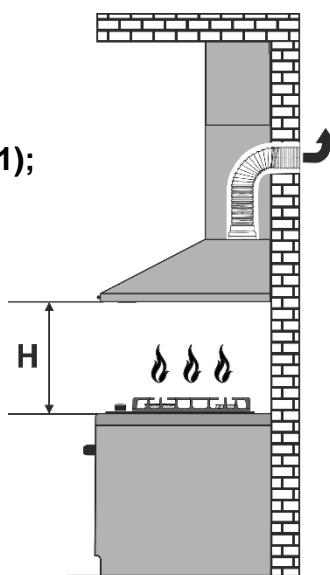

Рис.1
- **в режимі відводу повітря в стаціонарну вентиляційну шахту (димохід) кухні** з використанням гофрованих алюмінієвих або пластикових повітроводів **Ø150мм** або **Ø120мм** (рис.1);
1.11 Увага! Витяжка монтується на стіні над електроплитами на висоті **650-750мм**, а над газовими плитами на висоті **750-850мм** від робочої поверхні плити (рис.1).
4.5 При монтажі витяжки на необхідній наставній **висоті Н над плитою (рис.1)** для відводу повітря в димохід використовувати повітровід Ø150 - Ø120мм. Менший діаметр створить додатковий опір повітрю, що призведе до збільшення шуму і вібрації, а також до перегріву двигуна.
- в режимі відводу повітря в димохід кухні (**рис.1**);